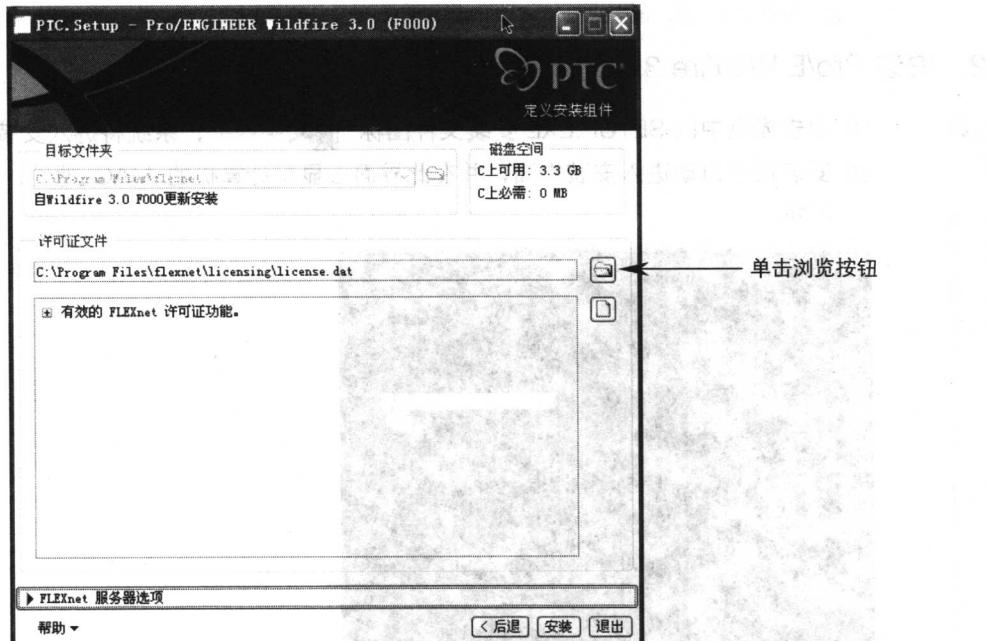
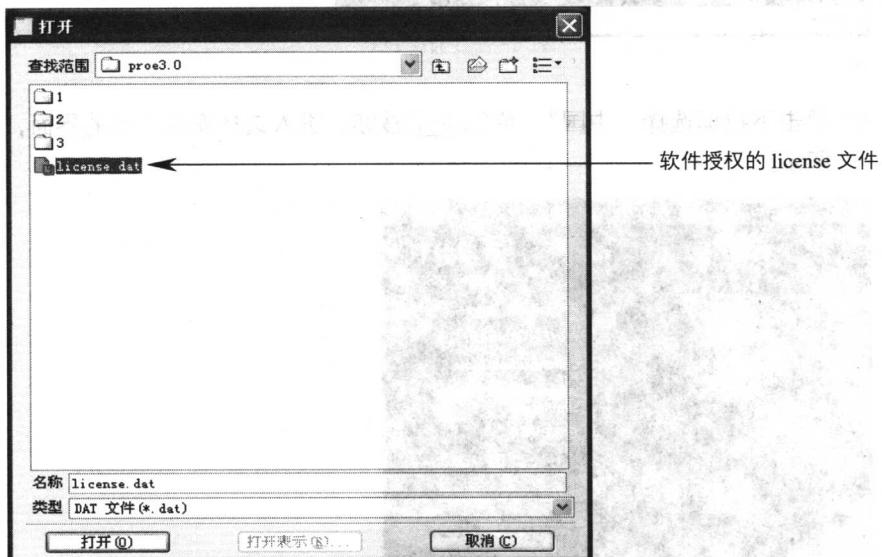

图 1-5
图 1-6
- ④ 单击 PTC License Server，进入定义安装 Server 的界面，如图 1-5 所示。在“许可证文件”栏中单击 按钮，选择 Pro/E 软件的授权 license，然后打开，如图 1-6 所示。